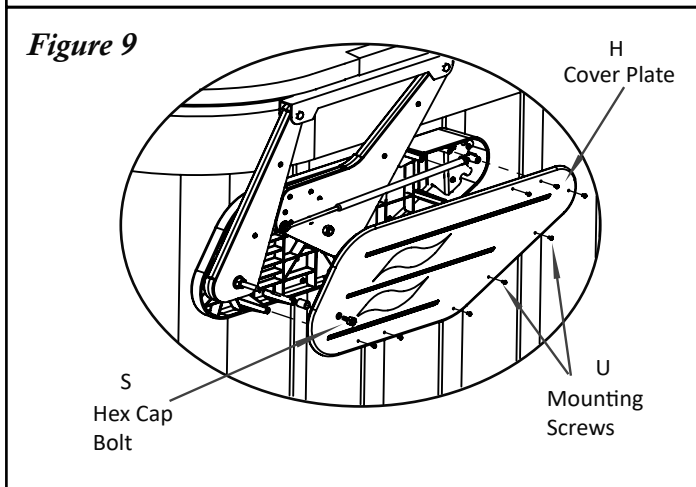

Figure 9
#12 Bevestig de afdekplaten (H) aan de montagebeugels m.b.v. de #10 x 1" montageschroeven (U). Draai vervolgens de 3/8 x 3/4" zeskantbout door het gat in de afdekplaat dat in lijn ligt met de achterste draaiarm (zie Fig. 9). **Let op: Draai de zeskantbout niet te vast.**